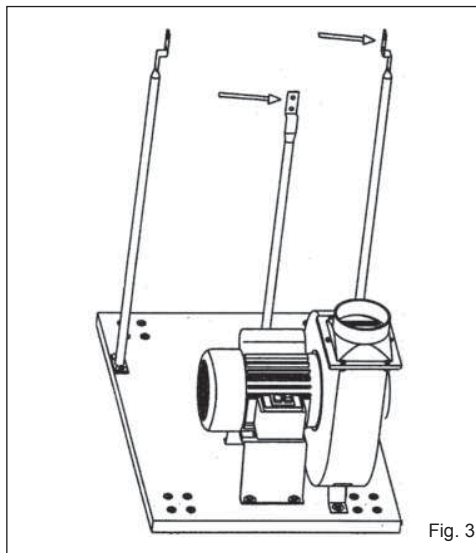

Fig. 3
2. Fixar os suportes laterais e as barras porta-tambor na base rectangular utilizando os parafusos próprios, anilhas e porcas (Fig. 3).